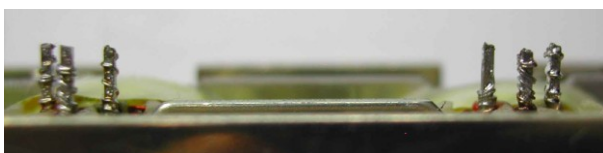
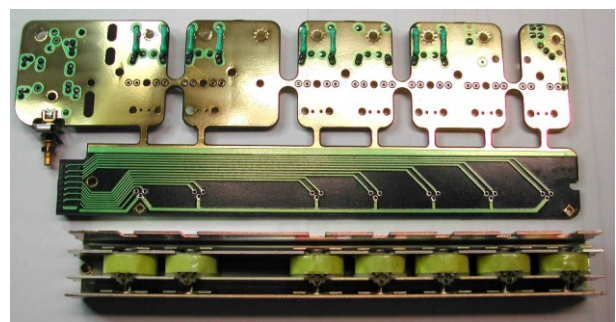

Abb. 4: Anschlußstifte der Spulen
Abb. 5 Abschwächer fertig zum Zusammenbau unter Verwendung neuer Mitnehmertüllen
- Leiterplatte vom Metallteil trennen; dazu die 7*3 Anschlußstifte auslöten. Diese Arbeit ist sehr heikel, weil die Durchkontaktierungen in der Leiterplatte kaum größer sind als die leider zumeist mit Draht umwickelten Lötstifte der Spulen (Abb. 4). Deshalb langsam und ganz vorsichtig arbeiten, keinerlei Gewalt anwenden; Lötspitzentemperatur nicht höher als 350 Grad C! Alle Gummireste aus dem Spulenkasten entfernen, Lötstellen der Leiterplatte mit Spiritus reinigen. Am Ende soll alles so aussehen wie in Abb. 5.